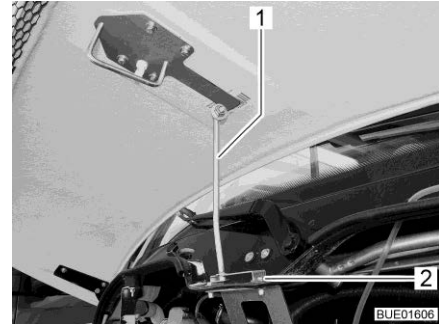

Bild 40 Stütze Motorhaube
- Stütze (Bild 40,1) ausklappen und in die Aufnahme (Bild 40,2) einhängen.